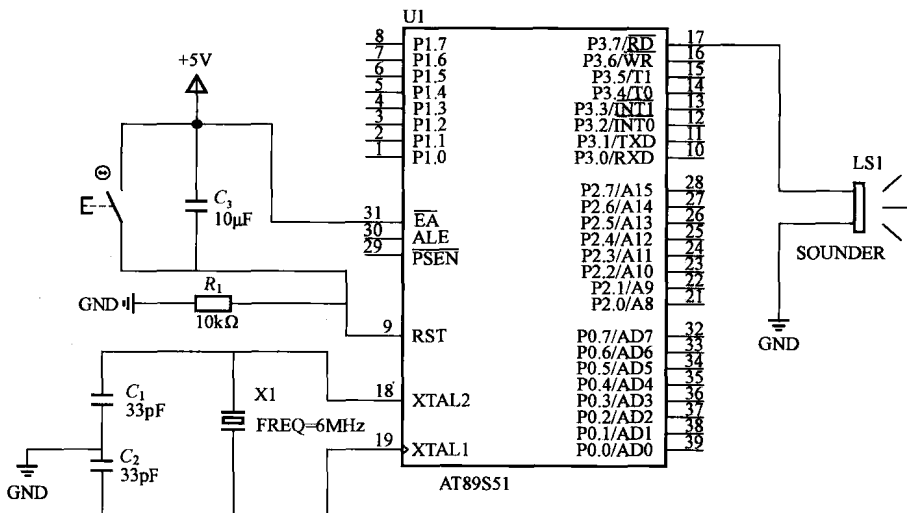

图 2-4 播放音乐的 Proteus 仿真原理图
(1) 打开配套光盘中的“例程/第二章/歌曲”文件夹，双击“歌曲.DSN”彩色图标，弹出如图 2-4 所示的 Proteus 仿真原理图。